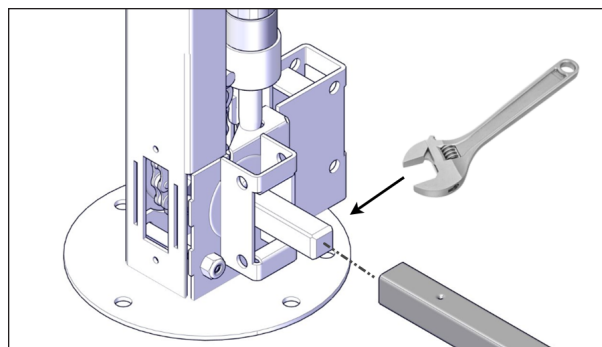

FIGURE 37: INSTALLATION DE L'ARBRE D'ENTRAÎNEMENT
9. Tenir le vérin gauche côté sans moteur en position verticale et aligné avec l'arbre d'entraînement creux de gauche. Utiliser une clé à molette de 3/4 po pour faire tourner l'arbre de pied et l'aligner avec l'arbre creux, voir Figure 37.